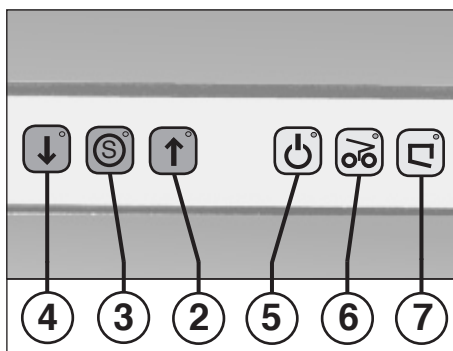

Рис. 2
- Нажмите на клавишу прямого хода (2) (рис. 2): режущий механизм заработает и начнет измельчать бумагу.
- Для выключения измельчителя нажмите на красную клавишу остановки (3) (рис. 2).
- Режущий механизм заблокирован. Загорается контрольная индикаторная лампочка (6) (рис. 2).
Если приемный мешок наполнился измельченной бумагой до краев, то измельчитель останавливается. Загорается контрольная индикаторная лампочка "Приемный мешок переполнен" (7) (рис. 2). Проводите опорожнение приемного мешка следующим образом: